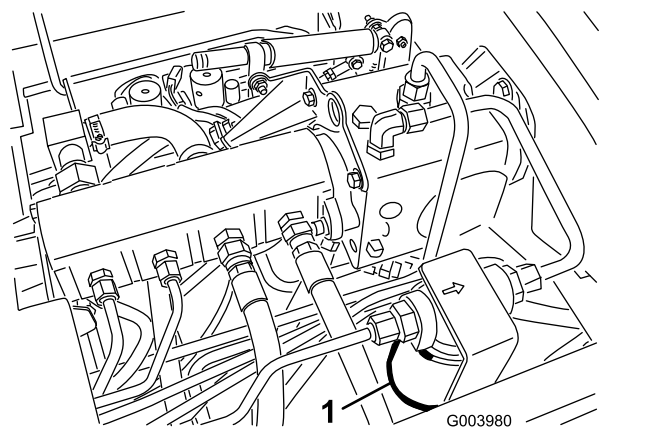
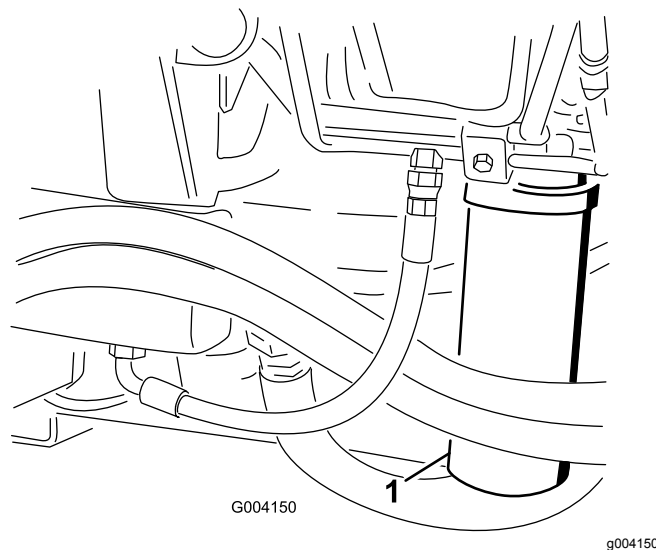

Рисунок 69
Рисунок 70
2. Очистите область вокруг места крепления фильтра и установите сливной поддон под фильтр (Рисунок 69 и Рисунок 70).